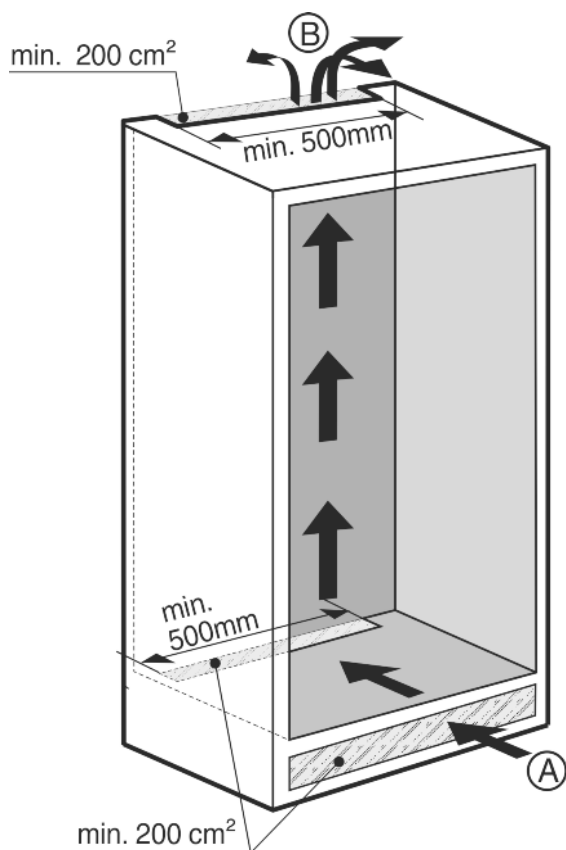

Fig. 3
- Katrai ierīcei jābūt nodrošinātai efektīvai ventilācijas spraugai vismaz 200 cm² platumā gaisa ieplūdes Fig. 3 (A) un gaisa izplūdes Fig. 3 (B) vietā.